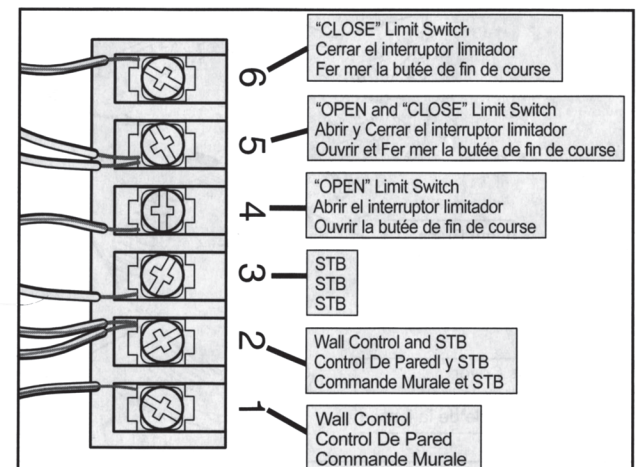

Fig.5
10. Remove and Install wires from old Controller Board Terminal Strip to New Controller Board Terminal Strip (Fig. 5)
10. Quitar e instalar los alambres de la regleta de terminales del tablero regulador viejo a la regleta de terminales nueva del tablero regulador (Fig. 5)
10. Enlever et installer les fils de l'ancien bornier de la carte du contrôleur sur le nouveau bornier de la carte du contrôleur (Fig. 5)